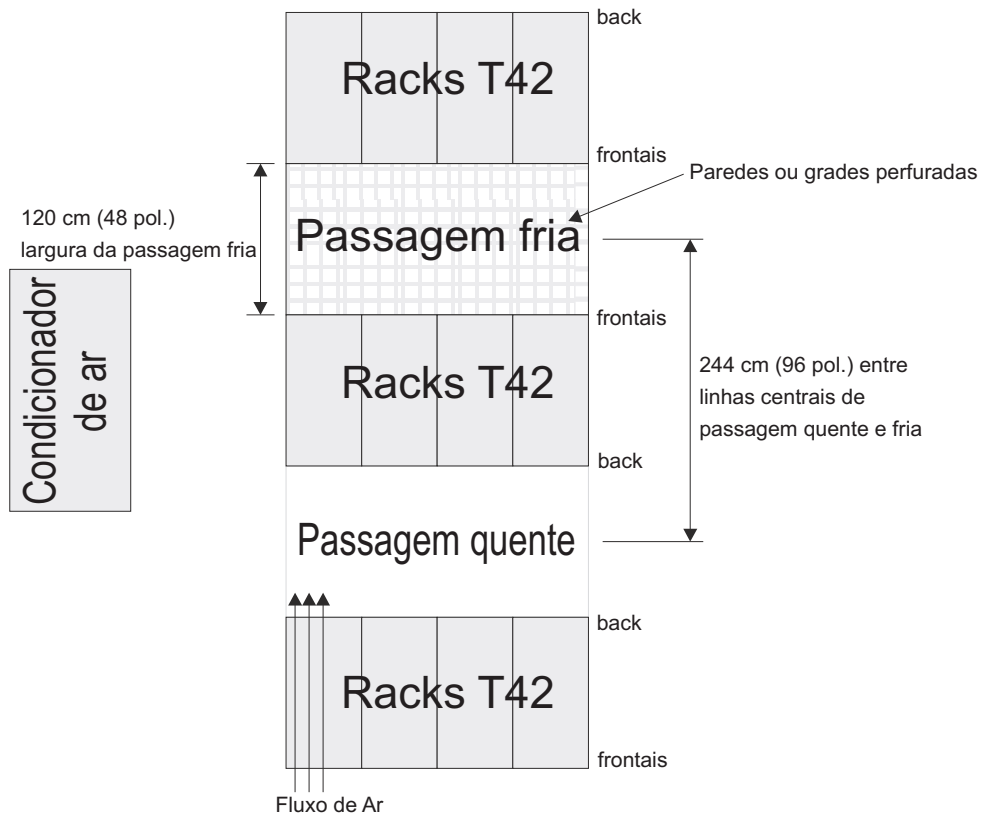

Figura 13. Exemplo de Configuração de Rack com Passagem Fria/Passagem Quente
- O ar entra na parte frontal do rack e sai na parte traseira. Para prevenir que ar liberado do rack entre na abertura de outra peça do equipamento, é necessário posicionar os racks em linhas alternadas, costas com costas ou frente a frente. Essa disposição é conhecida como “passagem fria/passagem quente” e é mostrada na Figura 13 na página 20.
- Onde os racks estão nas linhas frontal com frontal ou traseira com traseira, intervalos de pelo menos 122 cm (48 pol.) deve separar as linhas ao longo da passagem fria (consulte a Figura 13 na página 20).